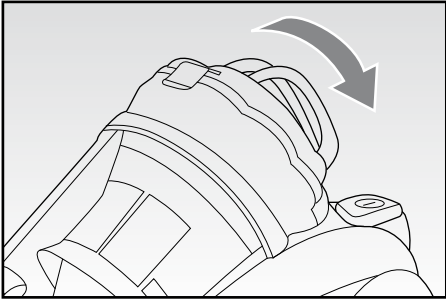

Fig. 11
- Prima di procedere con un nuovo utilizzo, occorre rimontare il contenitore (A).
- Inserire il filtro all'interno del contenitore (A) e bloccarlo ruotandolo in senso antiorario.
- Reinserire poi il contenitore della polvere completo (A) sul corpo dell'apparecchio premendolo leggermente fino ad udire lo scatto di avvenuto aggancio (Fig. 11).